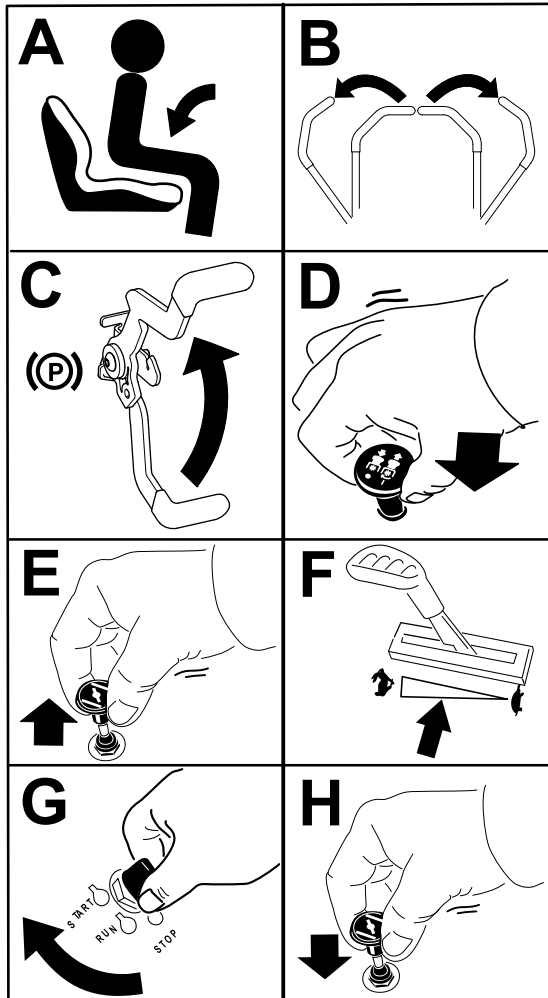

Figura 23
1. Desengrane las cuchillas moviendo el mando de control de las cuchillas a la posición de DESENGRANADO (Figura 23).